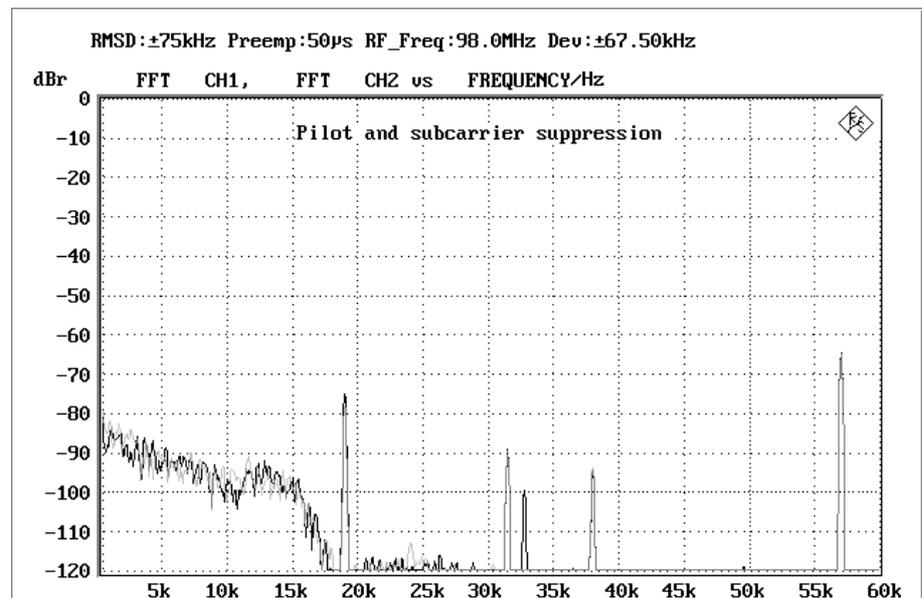

Bild 9: Ausgangs-Spektrum eines Tuner ohne Modulation mit Rest-Pilotton, Hilfsträger und Störkomponenten
- Beim sequentiellen Verfahren wird bei moduliertem Empfangssignal der Wert der Tonausgangsspannung gemessen, dann die Modulation abgeschaltet und der Wert für das Rauschen ermittelt, dies entspricht der Messung der In/Out-Kennlinie, siehe Bild 9.
Die Darstellung zeigt das Spektrum der Signale (Bild 9). Man kann hier die einzelnen Frequenzanteile gut erkennen.